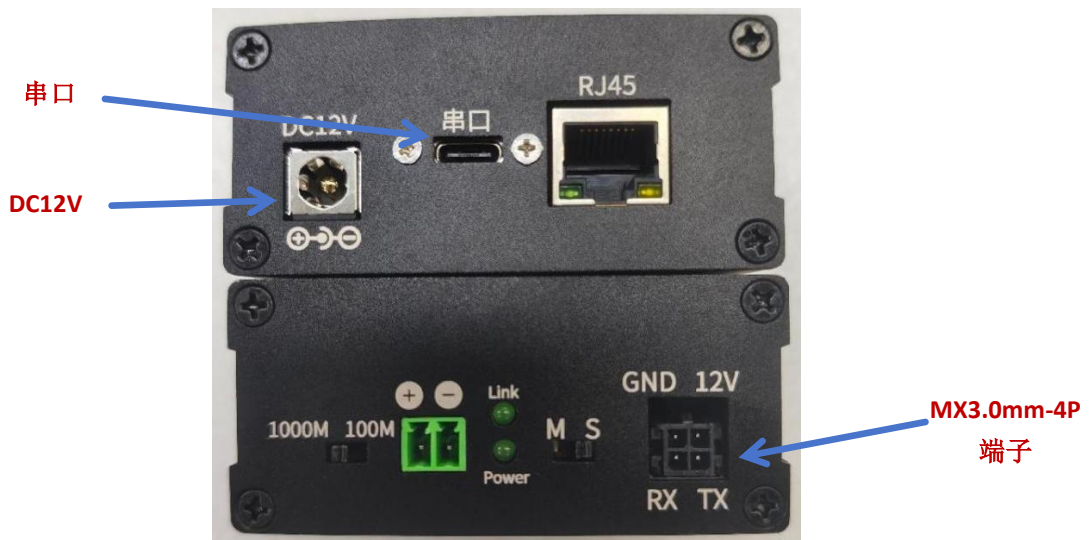

图 3-1 电源转换盒（正反面）
- (1) 分别使用配套的 GSML 线束和 TE 线束连接产品背面的“接口 1”与“接口 2”;
- (2) 电源转换盒正反面如图 3-1 所示, 主要使用到 DC12V、串口和 MX3.0mm-4P 三个接口;